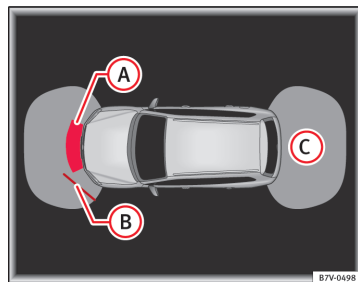
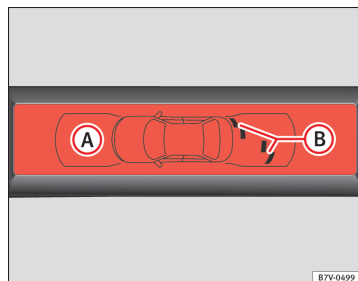

Fig. 143 OPS-visning på skærmen: (A) forhindring registreret i kollisionsområdet. (B) forhindring registreret i segmentet. (C) scannet område bag bilen
Fig. 144 OPS-visning på skærmen: (A) forhindring registreret i segmentet. (B) scannet område foran bilen
Det område, hvor der registreres forhindringer, strækker sig op til en afstand på ca. 120 cm foran bilen og ca. 60 cm til siden ⇒ Fig. 144 (B). Området bag bilen scannes op til en afstand på ca. 160 cm og ca. 60 cm til siden ⇒ Fig. 143 (C).
Den viste grafik viser de overvågede områder i flere segmenter. Jo tættere bilen kommer på en forhindring, desto tættere rykker segmentet hen mod den viste bil (B) og ⇒ Fig. 144 (A). Senest når det næstsidste segment bliver vist, er du kommet til kollisionsområdet. **Kør ikke videre!** ►